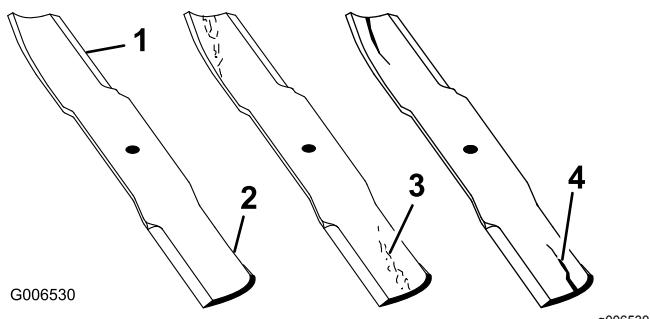

図 74
1. 刃先の部分を点検する図 74。
4. ひび、磨耗、割れの発生などがあれば、直ちに新しいブレードに交換する図 74。